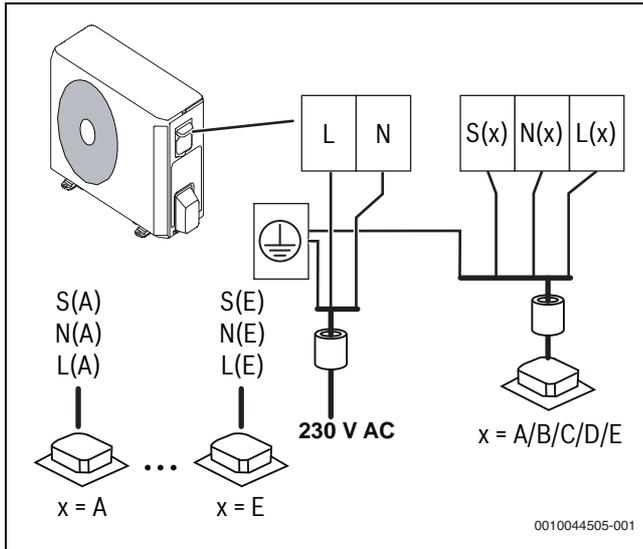

Bild 20 Außeneinheit anschließen
- ▶ Die Kommunikations-Kabel an der Zugentlastung sichern und an den Klemmen L(x), N(x), S(x) und \perp anschließen (Zuordnung der Adern zu den Anschlussklemmen wie bei der Inneneinheit) (→ Bild 20).